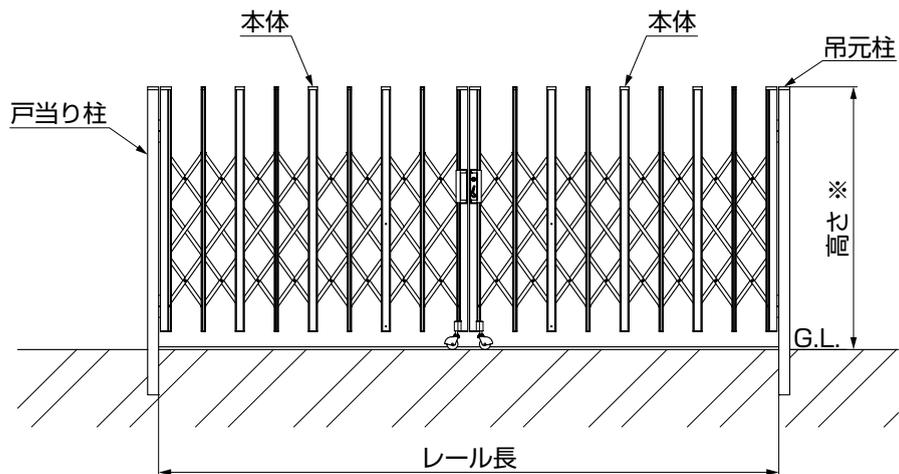
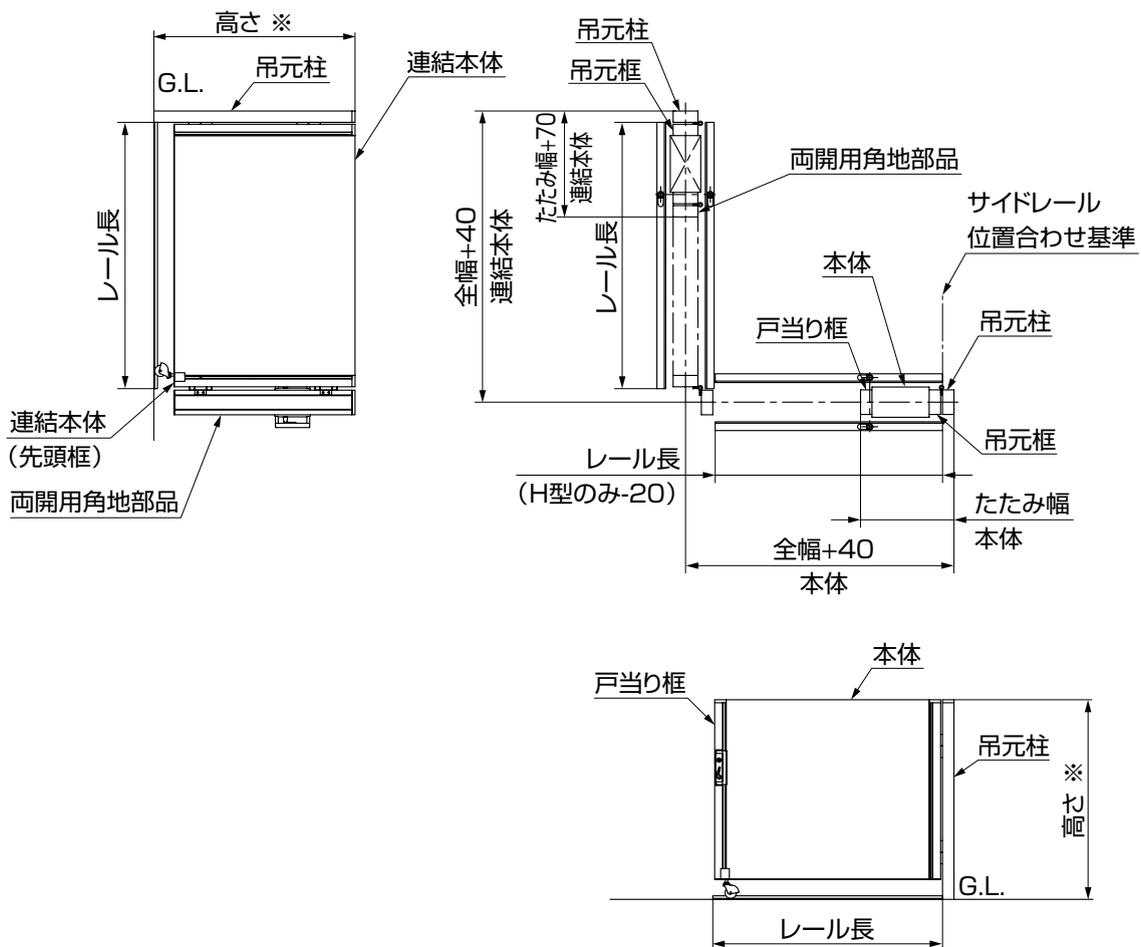

図8-5
図8-6
- H型の場合は本体側のサイドレールを20mm短く設定してください。(図8-6参照)
①表8-2を参照して、本体中心とレール中心を合わせてください。
②図8-4、図8-5、図8-6を参考にして、レールを施工してください。